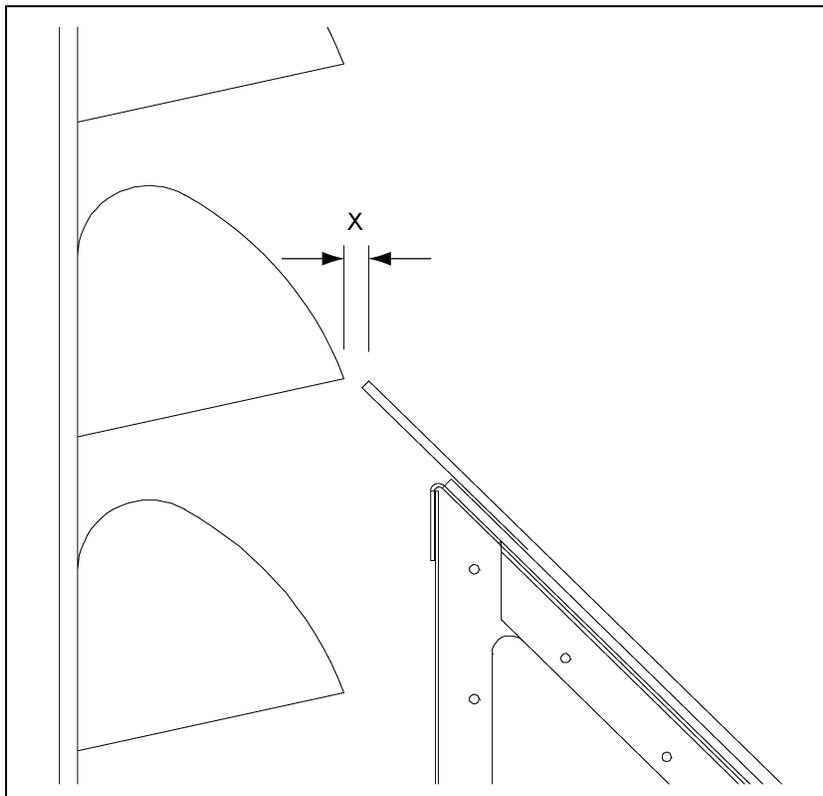

Рисунок 12А Дроссельная заслонка
1. Отрегулируйте дроссельную заслонку в выходном узле, чтобы обеспечить зазор примерно 1/4" между ней и краем ковшей на стыке внахлестку. (см. рисунок 12А.)